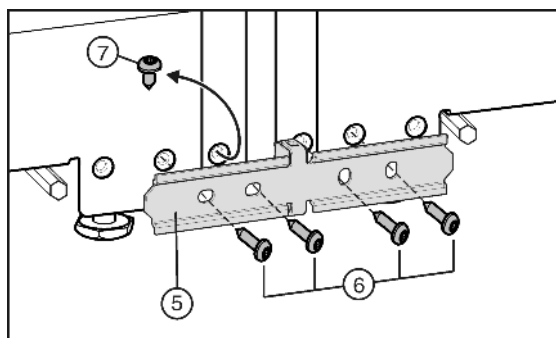

Fig. 6
- ▶ Σε περίπτωση που η συσκευή σας διαθέτει προτοποθετημένη βίδα Fig. 6 (7): Ξεβιδώστε τη βίδα.
- ▶ Τοποθετήστε το έλασμα σύνδεσης Fig. 6 (5) σε μία συσκευή και στερεώστε το χαλαρά με δύο βίδες Fig. 6 (6).